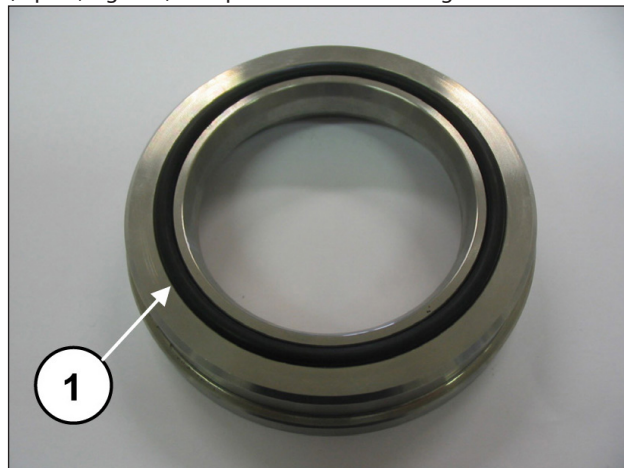

Fig. 204
Monter le joint torique sur la bague de tête de segments KC (rep. ①, Fig. 204) et le positionner dans le logement sur la tête.